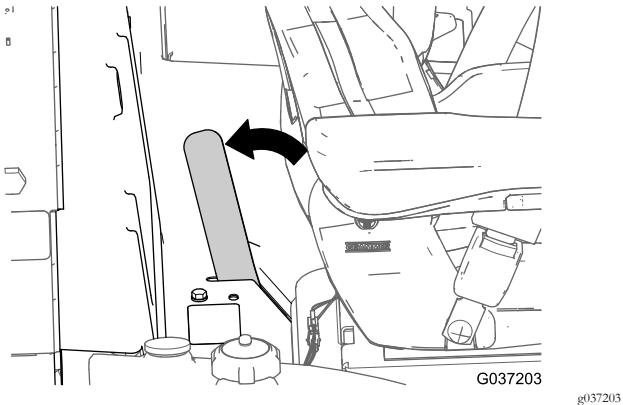

Figure 11
3. Abaissez complètement la plate-forme et déplacez la poignée de verrouillage vers l'arrière de la tondeuse (Figure 11) jusqu'à ce que les crochets du verrou s'engagent complètement sur la barre de verrouillage.